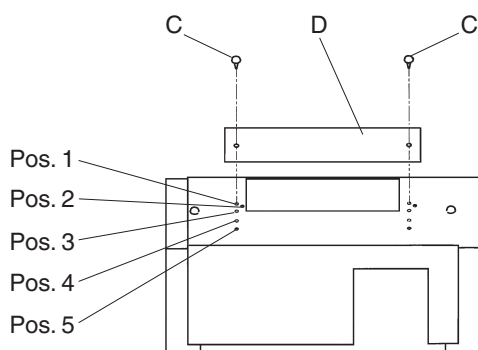

Fig. 3.15
La caldaia lascia la fabbrica con la serranda in posizione "1" (fig. 3.15).
- svitare le 2 viti (C) e posizionare la serranda (D) secondo la regolazione necessaria (vedi tabelle pag. 15) fissandola con le viti tolte in precedenza (fig. 3.15)